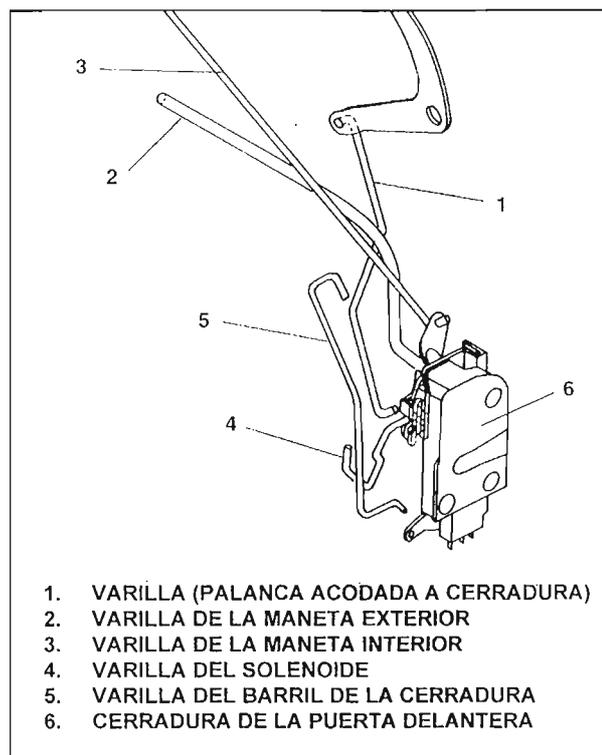

Fig. 11.
8. RETIRADA/ INSTALACIÓN DE LA CERRADURA DE LA PUERTA (Fig. 11&12)